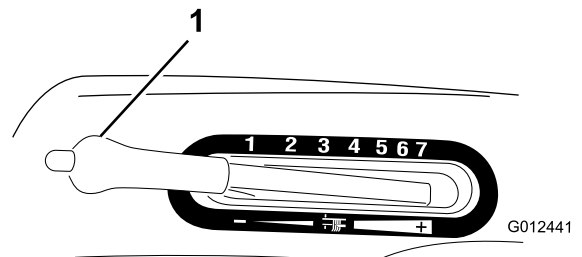

Figure 8
**Important:** Sélectionnez la hauteur de coupe la plus élevée (7) pour transporter la machine hors de la pelouse de sorte à ne pas endommager les lames.
1. Appuyez de façon continue sur le bouton du levier de sélection de hauteur de coupe (Figure 8).